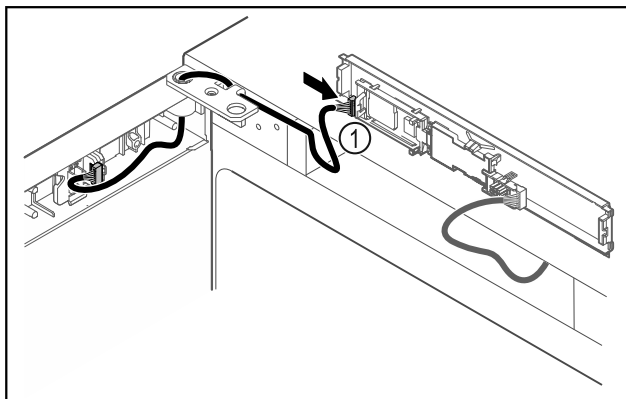

Fig. 48
- ▶ Подключите штекер Fig. 48 (1) к панели.